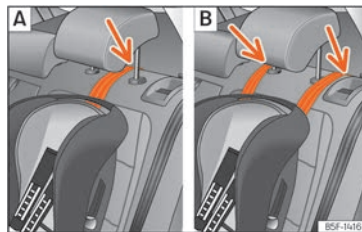

Abb. 40 Rücksitze: Einstellung und Einbau unter Verwendung des Top Tether-Gurts.
- Führen Sie den Gurt unter der Kopfstütze durch (in Abhängigkeit der Gebrauchsanweisungen des Kindersitzes ggf. Kopfstütze anheben oder entfernen) »» (Abb. 40).